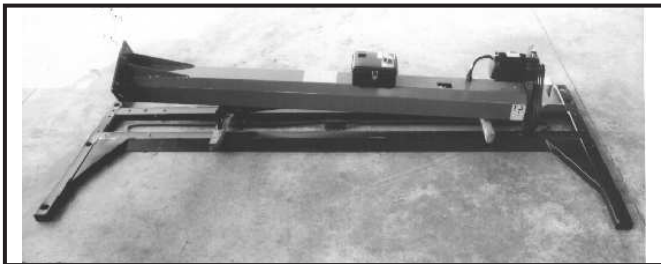

Fig.34 - Abb.34
1 - Posizionare la colonna comando sul basamento come indicato in Fig.34.
1) Position the command post on the base as shown in Fig. 34.
1 - Placer la colonne de commande sur le châssis comme indiqué à la fig. 34.
1 - Die Steuersäule gemäß Abb.34 auf dem Untergestell positionieren.
1- Colocar la columna de mando sobre la base, como se indica en la Fig. 34